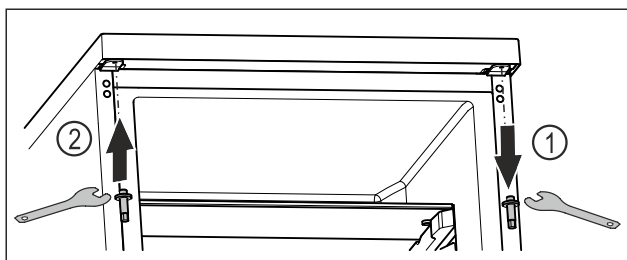

Fig. 15
- Skru den øverste bolt af med unbrakonøgle. Fig. 15 (1)
- Indsæt bolten fast på den modsatte side med unbrakonøgle. Fig. 15 (2)